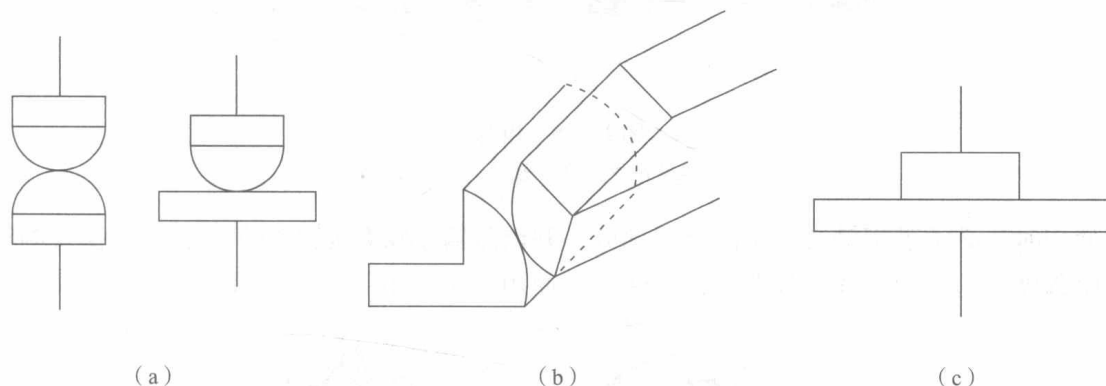

图 1.1.4 触头的三种接触形式
触头的接触形式有三种，即点接触、线接触和面接触，如图 1.1.4 所示。
(1) 点接触：由两个半球或一个半球与一个平面形触头构成，如图 1.1.4 (a) 所示。其接触区域是一个点或面积很小的面，允许通过的电流很小，所以它常用于较小电流的电器中，如接触器的辅助触头和继电器的触头。
(2) 线接触：由两个圆柱面形的触头构成，也称为指形触头，如图 1.1.4 (b) 所示。其接触区域是一条直线或一条窄面，允许通过的电流较大，常用于中等容量接触器的触头。
(3) 面接触：是两个平面形触头相接触，如图 1.1.4 (c) 所示。其接触区域有一定的面积，允许通过很大的电流，常用于大容量接触器的触头。